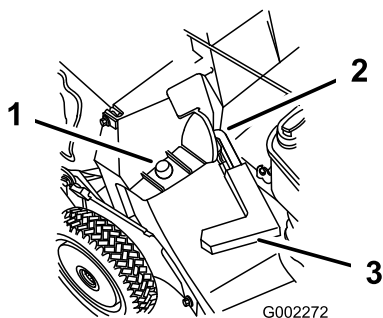

Figura 20
2. Asegúrese de que el tirador de la puerta de descarga está totalmente hacia adelante y que la clavija está situada en el cierre (Figura 20).
3. Coloque el agujero del marco de la bolsa sobre el poste de retención en el conducto de descarga (Figura 20).
2. Levante el tirador de la puerta de descarga y muévalo hacia adelante para que la clavija entre en el cierre (Figura 20).